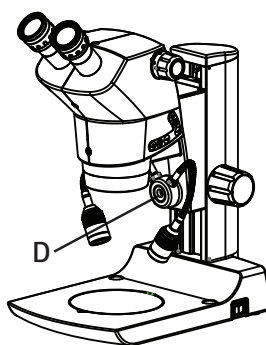

Fig.4
3. Vuelva a fijar el conjunto de LED de soporte tubular en la ménsula (D) con la misma llave Allen de 4 mm. Consulte la fig. 4.